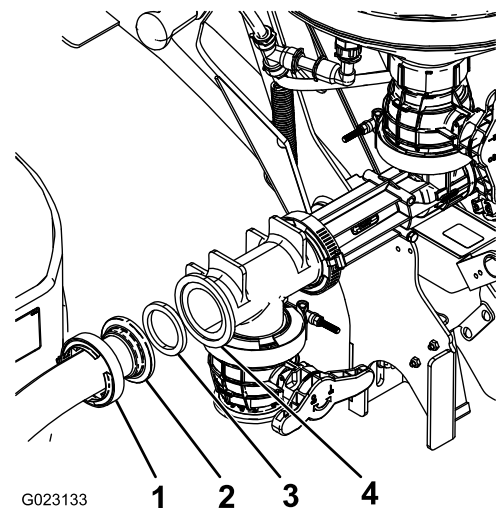

Bild 20
5. Befestigen Sie das andere Ende des Schlauchs mit einer Dichtung und einer Wurmschraubenklemme an der nach vorne zeigenden Öffnung des Ejektors (Bild 20).